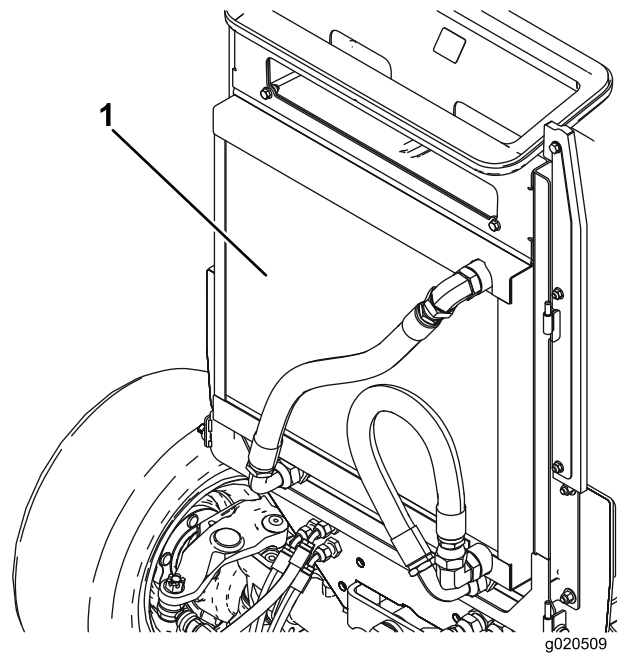

図 113
4. オイルクーラとラジエターの裏表を圧縮空気で丁寧に清掃する 図 113。